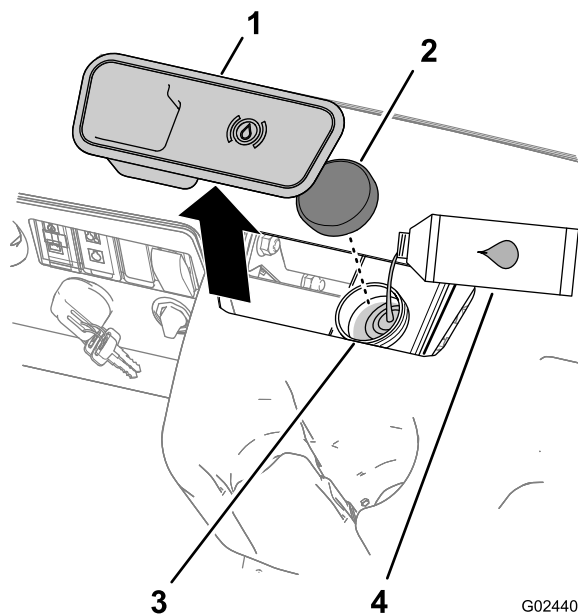

Figura 15
2. Rimuovete il tappo in gomma al centro e sopra il cruscotto per accedere al cilindro del freno principale e al serbatoio (Figura 15).
- Pulite l'area intorno al tappo del serbatoio e togliete il tappo (Figura 15).
- Montate il tappo sul serbatoio (Figura 15).